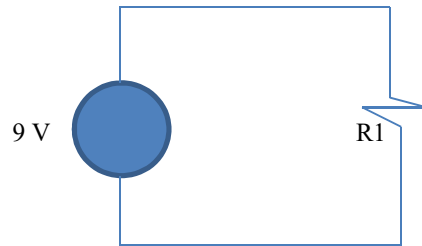

Figura 1
- 2.- Arme los circuitos siguiendo la conexión de los esquemas anexos (figura 1,2 y 3).